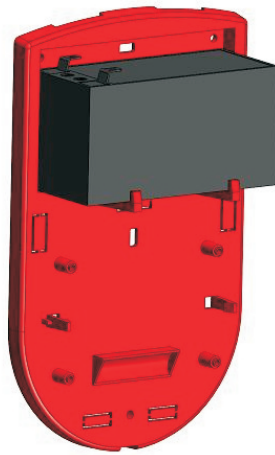

Figura 2 - Base
- É na base onde existe a sustentação mecânica para bateria de 12Vdc/1,3A (não inclusa) e também onde a placa controladora deve estar encaixada, como mostra a figura 2.
A bateria (12Vdc/1,3A) pode ser conectada ao ASI-1000 através de um par de chicote identificado pelas cores vermelho e preto. A bateria deve ser colocada no apoio mecânico na base do dispositivo conforme mostrado na figura 2. Esta entrada possui uma flutuação que possibilita a recarga da bateria, porém, deve-se evitar a colocação de baterias **totalmente** descarregadas.